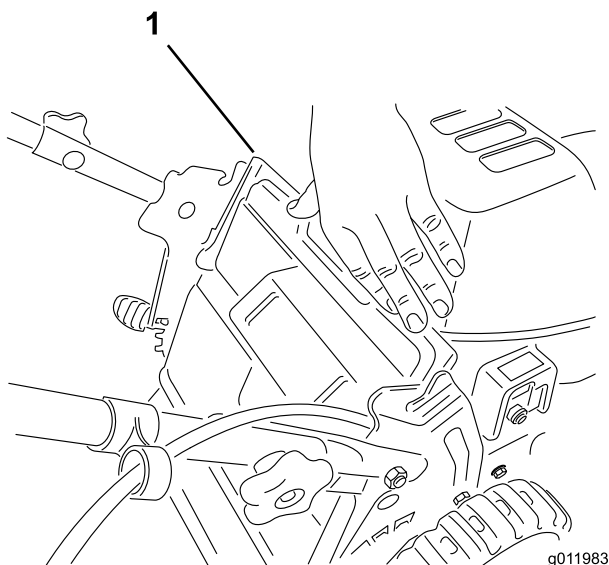

Figure 11
1. Soulevez le déflecteur arrière (Figure 11).
2. Patientez 30 secondes, puis appuyez sur le bouton du coupe-circuit (Figure 11).